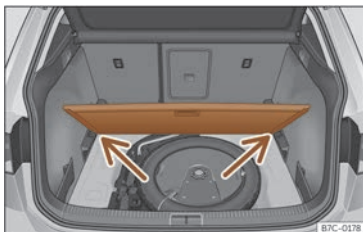

Fig. 166 Podeaua mobilă a portbagajului: poziție înclinată.
- Așezați podeaua în punctele destinate >>> **fig. 166** (săgeți).